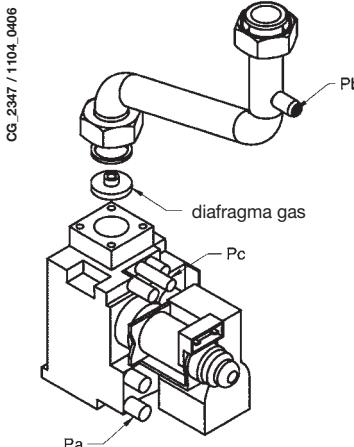

Figura 10
- sustituir el diafragma gas situado en la válvula del gas (figura 10). El diámetro del diafragma se muestra en la tabla 2.
- conectar la toma de presión positiva de un manómetro diferencial, si es posible de agua, a la toma de presión (**Pb**) de la válvula del gas (Figura 10). Sólo en los modelos con cámara estanca: conectar la toma negativa de dicho manómetro a una "T" que permita conectar simultáneamente la toma de compensación de la caldera, la toma de compensación de la válvula del gas (**Pc**) y el manómetro. (Una medición similar se puede realizar conectando el manómetro a la toma de presión (**Pb**) sin el panel frontal de la cámara estanca).
- controlar que la presión dinámica de alimentación de la caldera, medida en la toma de presión (**Pa**) de la válvula del gas (Figura 10), sea correcta (37 mbar para el gas propano o 20 mbar para el gas natural).
- Regular el tornillo "**Pmax/Pmin**" (figura 10) hasta obtener el valor de presión que se indica en la Tabla 1.